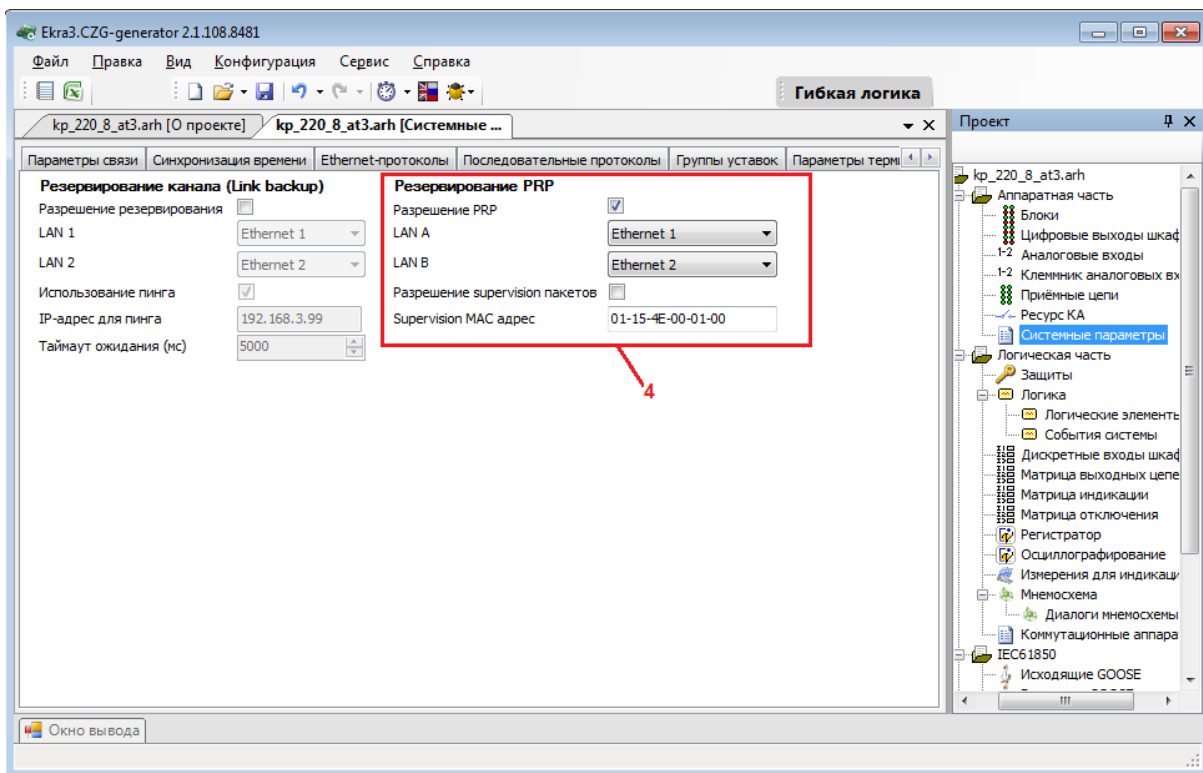

Рисунок 2.68
- установить флажок перед полем **Резервирование PRP** (см. рисунок 2.68).
- выбрать «LAN A» (основной интерфейс) и «LAN B» (резервный интерфейс) (см. рисунок 2.68, обозначение 4);